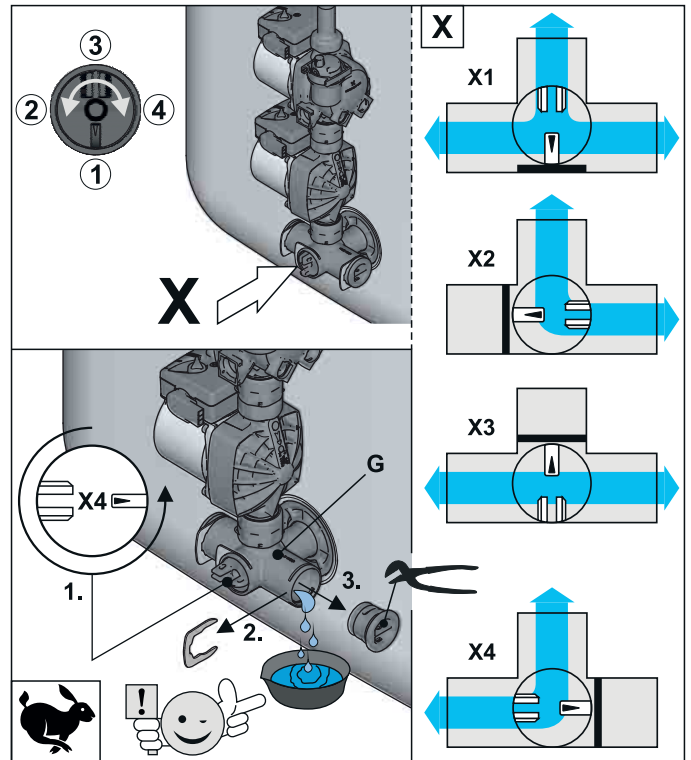

Fig. 6-5 Bloquer la garniture de soupape, retirer le bouchon borgne du raccord coudé
- Régler la garniture de soupape sur le raccord coudé afin de couper l'accès au bouchon borgne (fig. 6-5).
- Placer dessous un bac collecteur approprié et retirer les bouchons aveugles du support de raccordement (fig. 6-5).
- Régler la garniture de soupape sur le raccord coudé pour ouvrir l'accès au flexible d'évacuation (voir aussi fig. 6-5) et évacuer le contenu d'eau du réservoir du ballon.